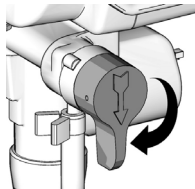

Abb. 8
6. Das Entlüftungsventil langsam auf PRIME drehen (Abb. 8).